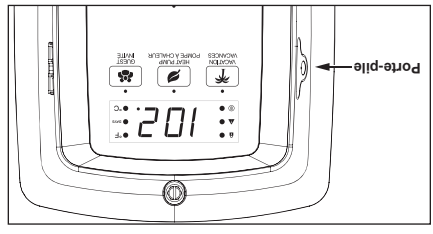

Figure 39 - Emplacement du porte-pile.
Pour plus de fiabilité, il est conseillé de changer la pile du système de commande tous les cinq (5) ans. Trouver le porte-pile sur le côté gauche du module de commande (Figure 39).